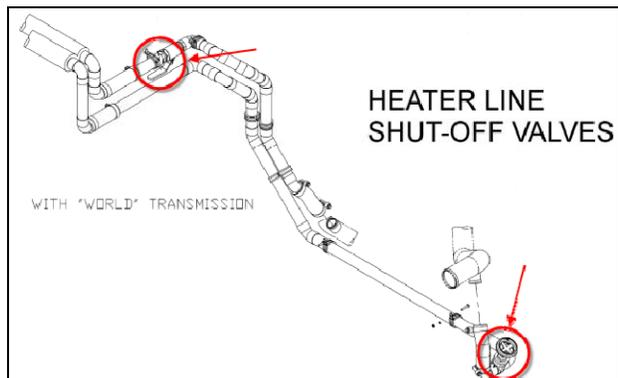

FIGURE 1 : ROBINETS D'ARRÊT (SHUT-OFF VALVES) – SÉRIE X3
**Série X3**, les robinets d'arrêt sont situés dans le compartiment moteur. L'un est localisé sous le support du mécanisme du ventilateur du radiateur ; l'autre robinet se trouve sur le côté gauche du compartiment moteur à l'avant du radiateur (FIGURE 1).